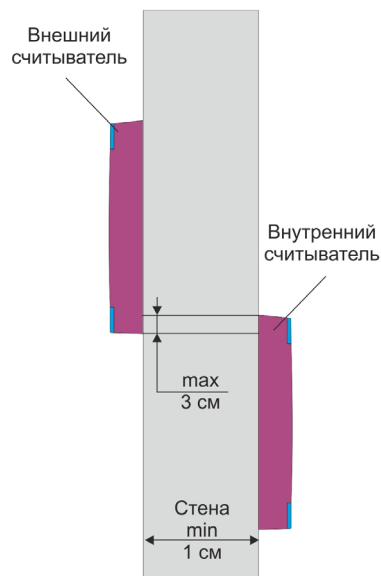

Рисунок 7. Крепление считывателей с разнесением по вертикали
- Если толщина стены менее 10 см (например, стеклянная панель), то считыватели необходимо разнести по вертикали (рисунок 7). Максимальное наложение одного считывателя на другой по вертикали – 3 см (антенны не должны пересекаться).